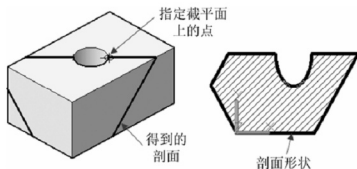

图 12-23 指定视图确定截平面
(3) 【视图(V)】: 将截平面与当前视口的视图平面对齐, 指定一点定义截平面的位置, 如图 12-23 所示。